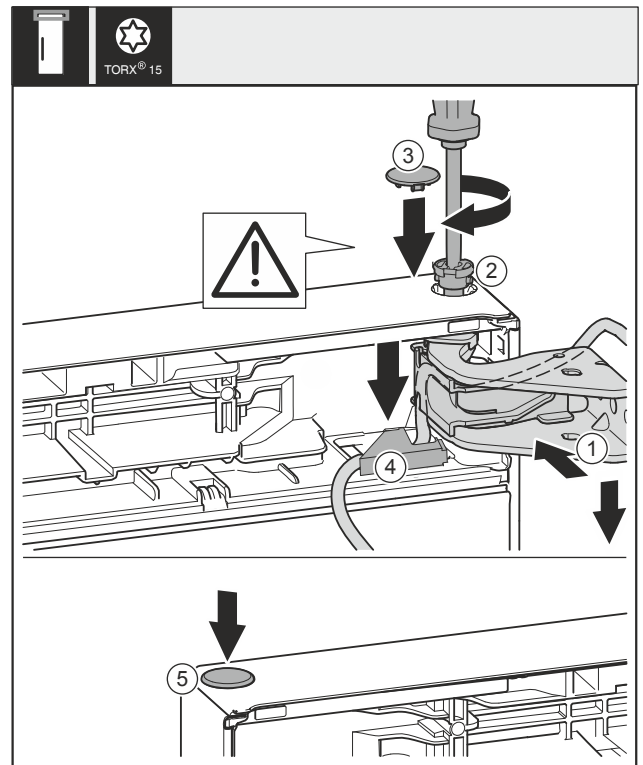

Fig. 31
- ▶ Tür oben zur Öffnung im Lagerbock Fig. 31 (1) ausrichten.
- ▶ Bolzen Fig. 31 (2) einsetzen und mit Schraubendreher festschrauben.
- ▶ Sicherungsabdeckung zur Sicherung der Tür montieren: Sicherungsabdeckung Fig. 31 (3) einsetzen und kontrollieren ob sie auf der Tür aufliegt. Ansonsten Bolzen vollständig einsetzen.
- ▶ Abdeckung Fig. 31 (4) einsetzen und nach unten drücken bis sie einrastet.
- ▶ Stopfen Fig. 31 (5) einsetzen.